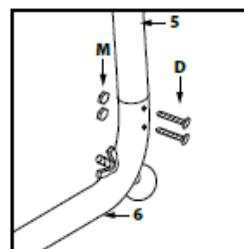

Рис. 8
- Выберите компоненты с маркировкой 5 и 6. Соедините компоненты 5 и 6 с помощью крепежных элементов D и M (Рис. 8).